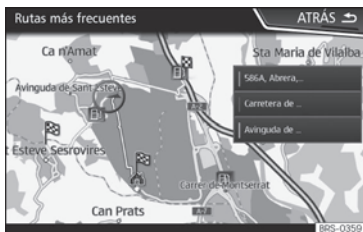

Fig. 170 Navegació predictiva
- A la pantalla principal del Menú de navegació, feu clic a la tecla **RUTAS FRECUENTES** a la finestra emergent. Per visualitzar les rutes habituals premeu el botó **Mostrar en mapa** >>> fig. 170.